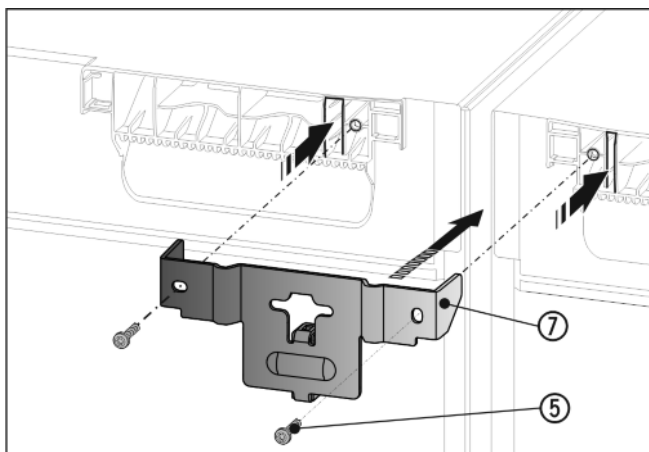

Fig. 9
- ▶ Deslice la escuadra Fig. 9 (7) con la pieza distanciadora entre los aparatos y con las lengüetas en el techo del aparato. Apriétela con los 2 tornillos Fig. 9 (5).